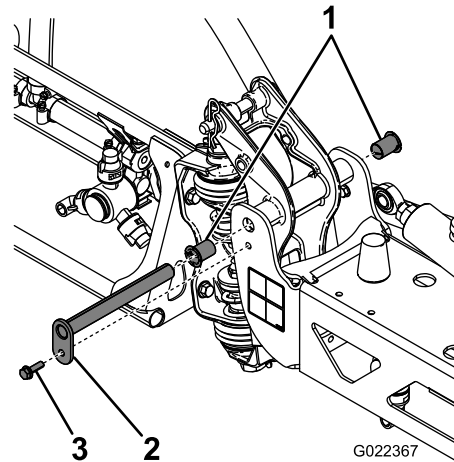

Figura 62
3. Com o peso da rampa suportado, retire o parafuso e porca que seguram o pino de articulação à rampa (Figura 62).
4. Retire o parafuso e porca que prende o pino de articulação e retire o pino (Figura 62).
6. Retire e inspecione os casquilhos de nylon dos lados dianteiro e traseiro do suporte da articulação (Figura 62).
7. Aplique uma pequena quantidade de óleo nas buchas de nylon e coloque-as no apoio da articulação (Figura 62).
8. Instale a rampa e o apoio da articulação na estrutura central alinhando as aberturas (Figura 62).